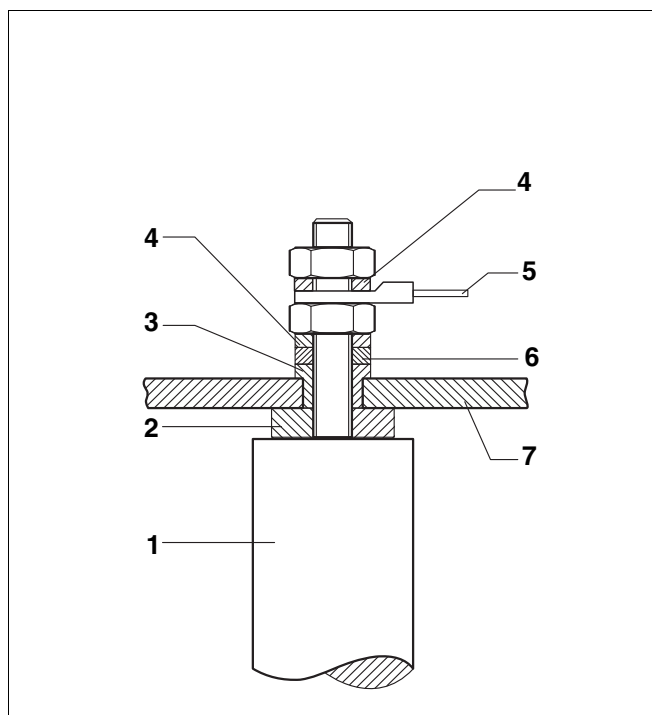

Рис. 11 Подключение магниевого анода
- ▶ При небольшом расстоянии до потолка замените твёрдый магниевый анод (рис. 11) на цепной анод Ø 33 x 1500 мм (артикул №: 5592186).